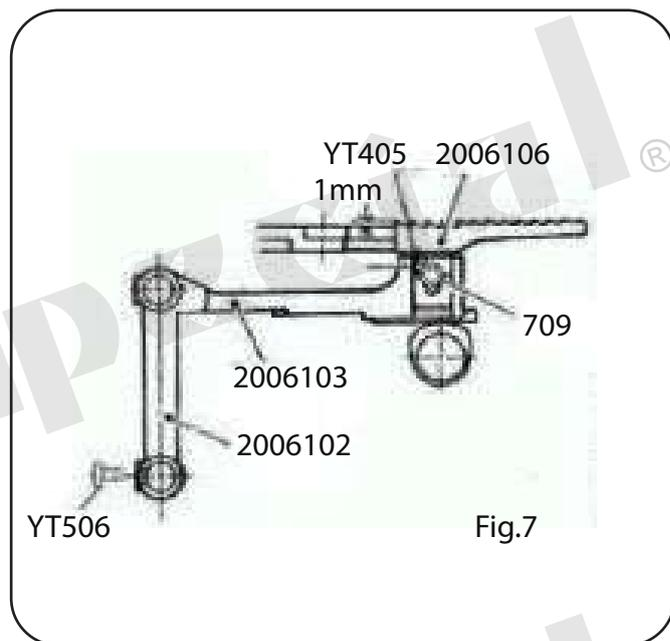

Fig.7
A fileira de dentes deve ser 1 mm de altura acima da chapa como é mostrado na Fig7, quando a garra de alimentação está na posição mais alta. Para obter a dimensão e ajuste de altura da barra de alimentação (2.006.103), após a remoção dos dentes de transporte (2.006.106) determina a altura do dente, com o parafuso (YT405). Aperte a porca (709) para manter dentes de transporte no lugar. Cada carreira de dentes do dente deve ser central na ranhura da chapa (2006107). Para ajustar, mova o dente (2006102), após afrouxamento do parafuso (YT506).